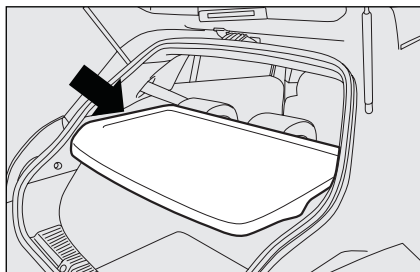
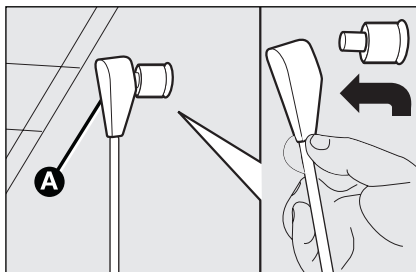

Рис. 90
Рис. 91
- снимите заднюю полку багажника, см. **рис. 90** и отпустите верхние концы **А**, см. **рис.91** двух тяг, сняв проушины со штоков и сдвинув их в направлении стрелки;